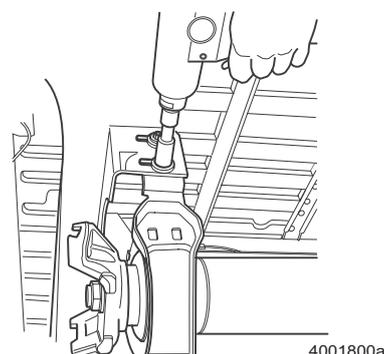

Figura 9.15
4. Se um defletor é necessário, use uma seção de tubo e um martelo de bronze para pressionar o defletor restante no garfo terminal para evitar danos ao defletor. Figura 9.15.